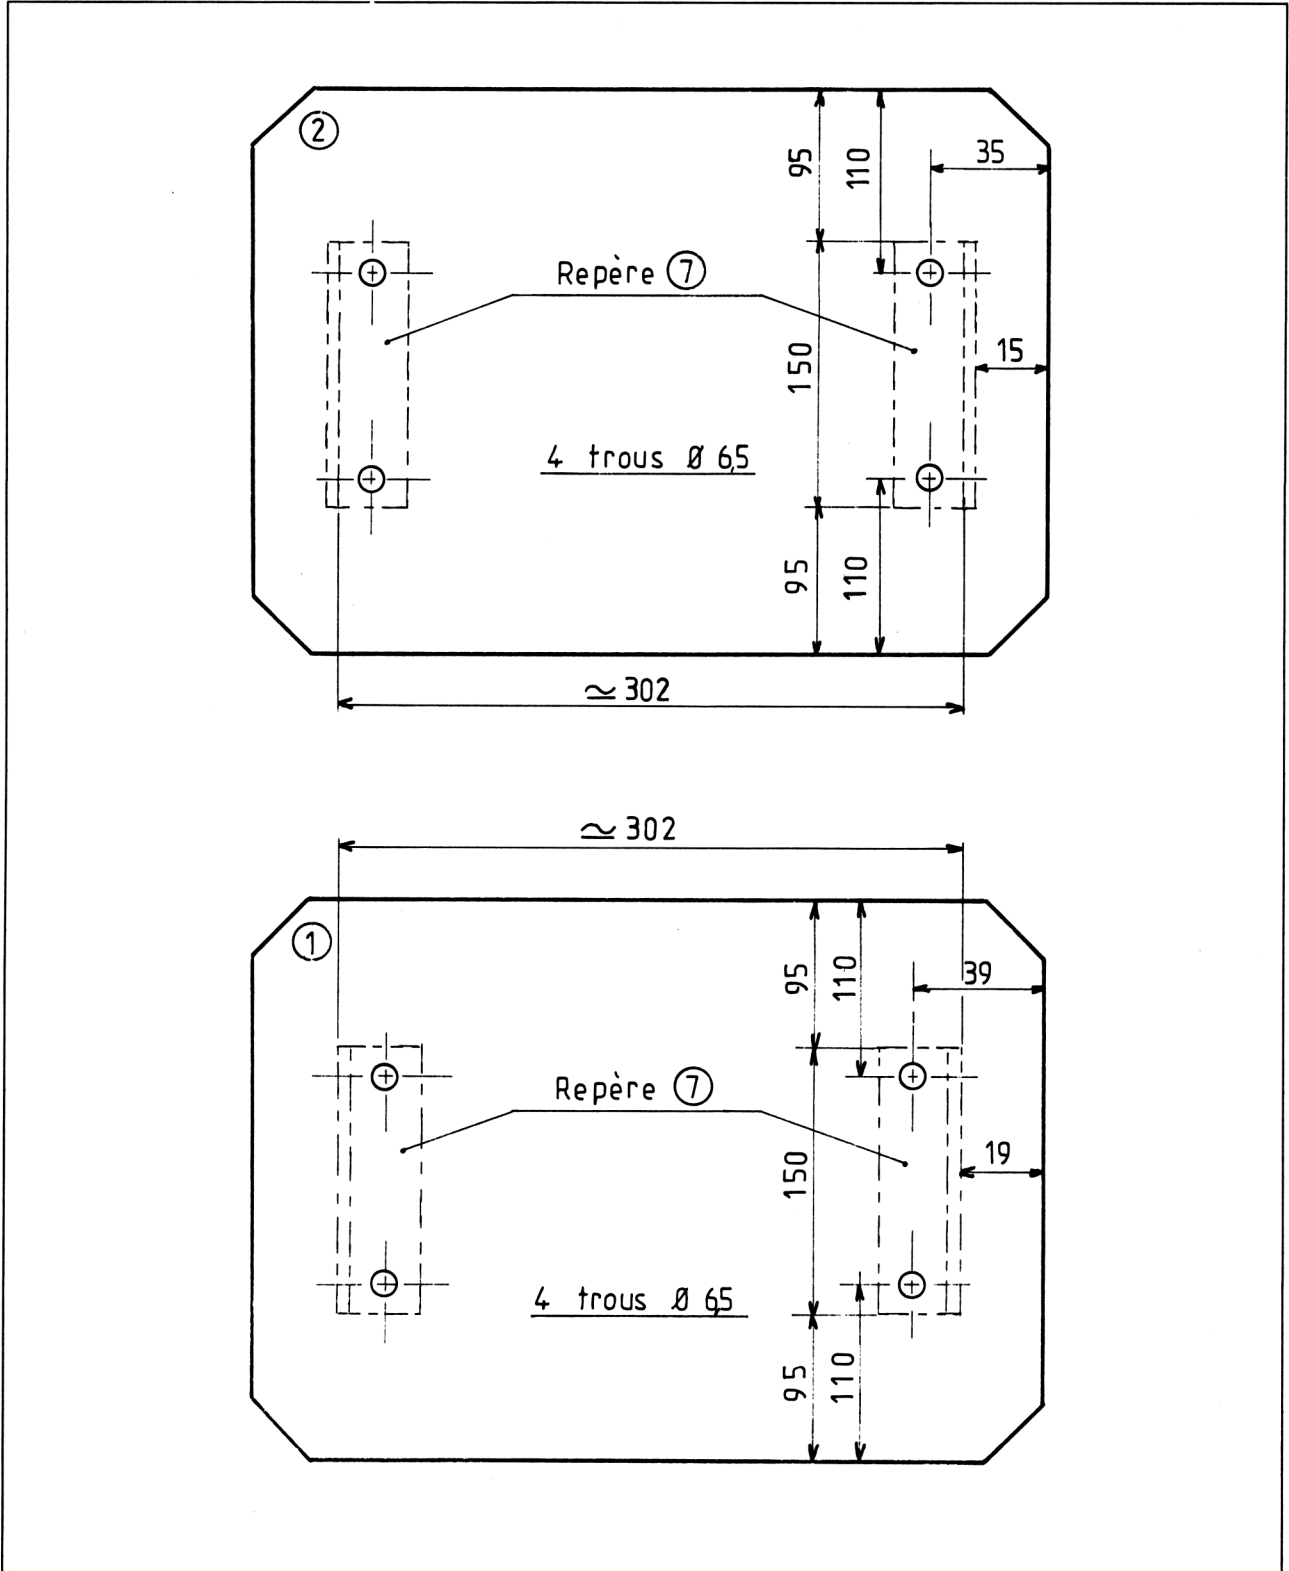

Fig. 3
L'emplacement des pièces repère ⑦ sur les panneaux ① et ② se fera suivant la figure 3.